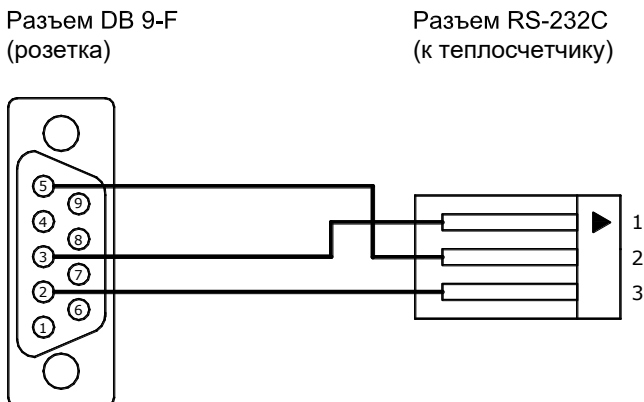

Рис. 7.6
6.5.4 Для прямого соединения теплосчетчик – ПК следует использовать кабель, изображенный на Рис. 7.6.